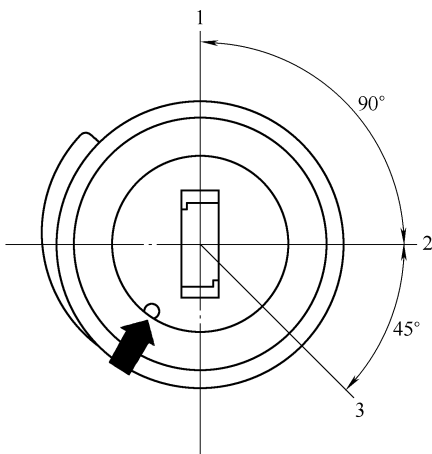

图 5-4-5 点火钥匙锁芯
- ⑤ 将点火钥匙插入到锁芯中并转到“行驶”位置, 如图 5-4-5 所示。